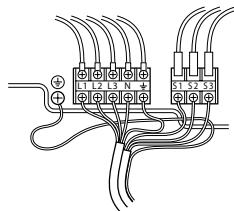

Fig. 6-2
### 6.1. Unità esterna (Fig. 6-1, Fig. 6-2)
① Rimuovere il pannello di servizio.
② Posizionare i cavi secondo la Fig. 6-1 e la Fig. 6-2.